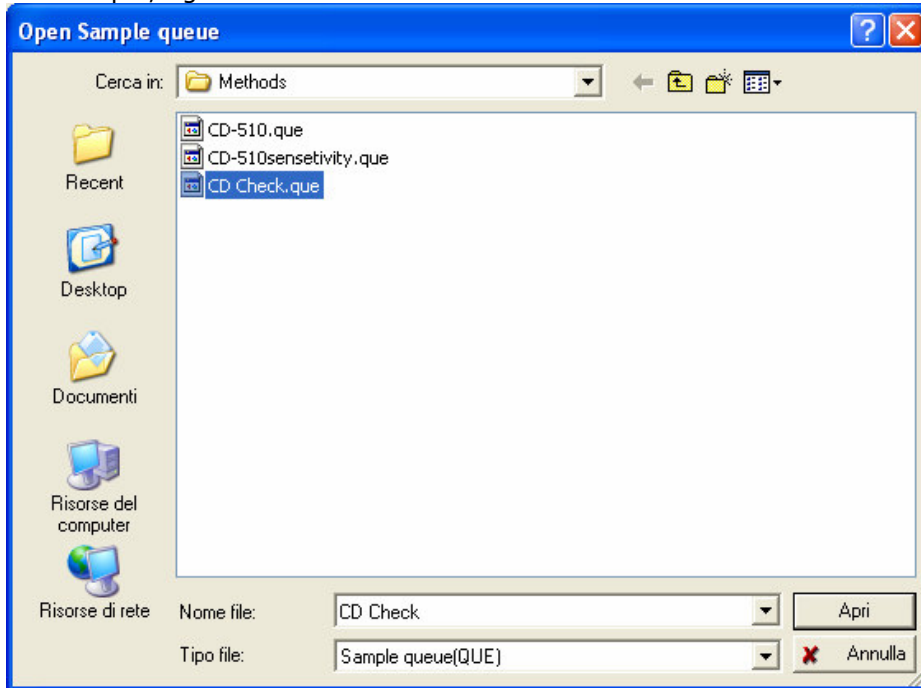

Fig. 2 Scelta del turno per il test del conduttimetro
8) Per il lancio del test si deve aprire il menu File/open/sample que e quindi scegliere CD CHECK.que, fig.2.